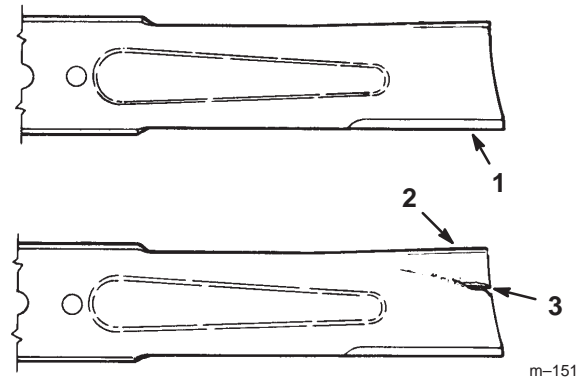

Figure 28
1. Inspectez les tranchants des lames (Fig. 28). Si les lames ne sont pas tranchantes ou si elles présentent des indentations, déposez-les et aiguissez-les (voir Aiguisage des lames, page 30).
2. Inspectez les lames, surtout la partie incurvée (Fig. 28). Remplacez immédiatement toute lame endommagée, usée ou qui présente une entaille (repère 3 de la Fig. 28).